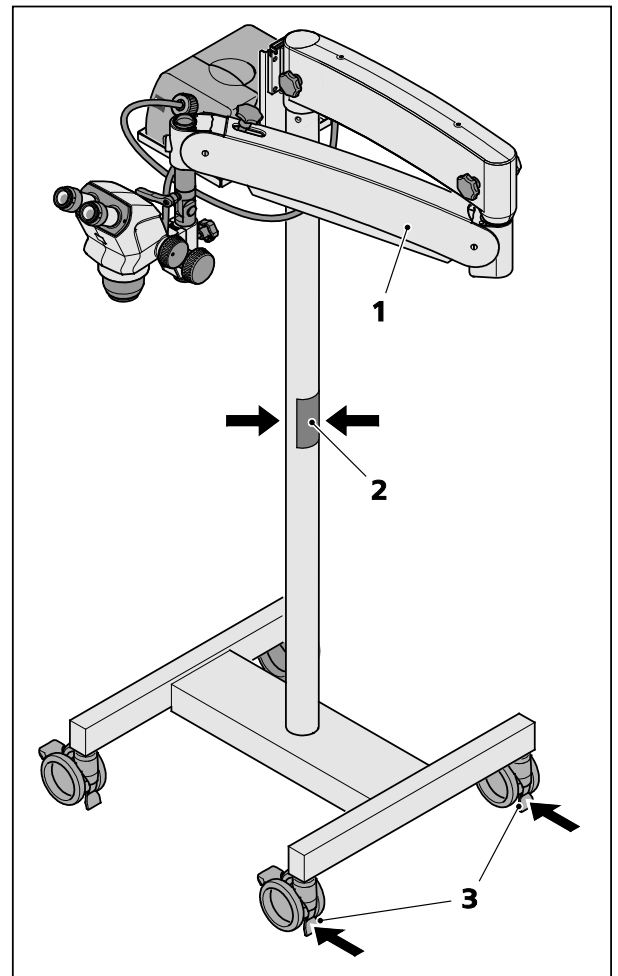

Bild 7 Transportposition des Federarmes
Teile des Stativs befinden sich in Kopfhöhe, es besteht Verletzungsgefahr. Das Gerät nach dem Gebrauch sofort in die Transportposition (siehe Bild 7) bringen und auf Kopffreiheit achten.
Das Bodenstativ S in Transportposition bringen (siehe Bild 7). Die Stativsäule zum sicheren Führen des Gerätes nur an der dafür gekennzeichneten Stelle anfassen.
- Den Federarm (Bild 7/1) in die Transportposition schwenken.
- Alle Feststeller (Bild 7/3) der Rollen lösen.
- Das Bodenstativ S an der Stativsäule an der markierten Position (Bild 7/2) anfassen und es vorsichtig zum gewünschten Standort schieben und dort in Position bringen. Dabei stets darauf achten, dass das Gerät auf ebenem Untergrund steht.
- Vor erneuter Inbetriebnahme mindestens zwei der Feststeller (Bild 7/3) drücken und prüfen, ob sich das Stativ nicht mehr unbeabsichtigt in Bewegung setzen kann.